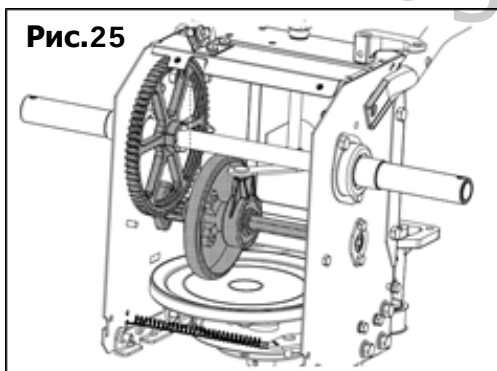

Рис. 25
- Нанесите легкое покрытие всесезонной многоцелевой смазки на шестигранный вал (Рис. 25).